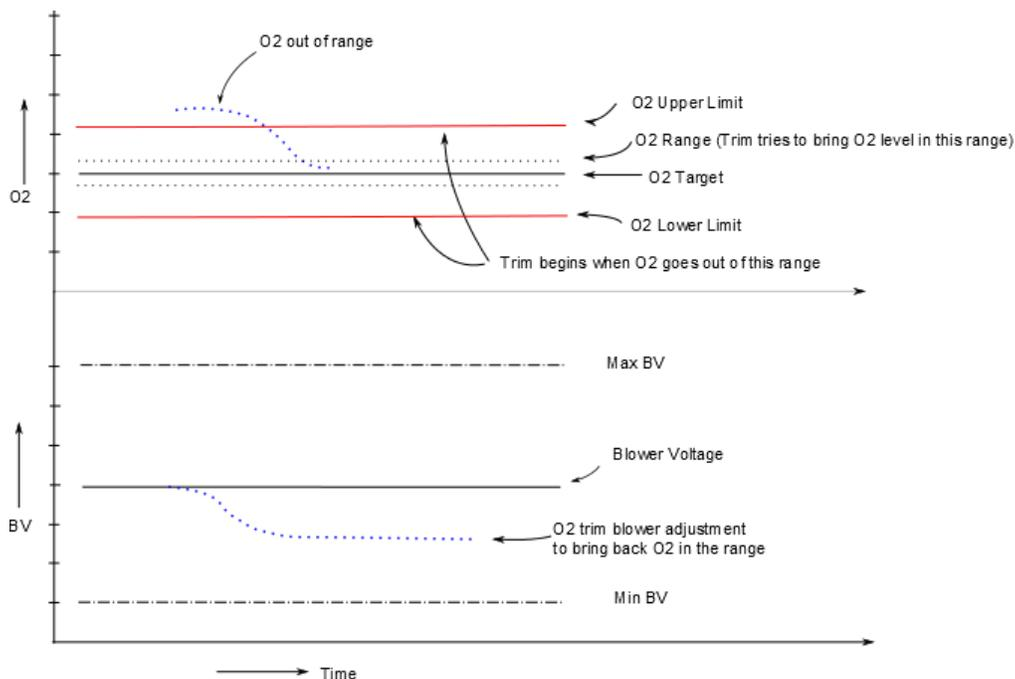

Figure 9-2 : Logique d'O₂ Trim
La Figure 9-2 illustre comment le contrôleur réagirait à une mesure de pourcentage d'O₂ supérieure à la limite supérieure. Le contrôleur réduira la tension du ventilateur (BV) jusqu'à ce que la mesure de pourcentage d'O₂ revienne dans la plage cible, à condition que les ajustements de la BV correspondent aux limites de BV de cet appareil à cette puissance de feu. Le contrôle l'enregistre ensuite en tant que nouveau paramètre d'étalonnage de la BV jusqu'à ce qu'il soit modifié manuellement ou par le biais d'un autre cycle de la fonction O₂ Trim.